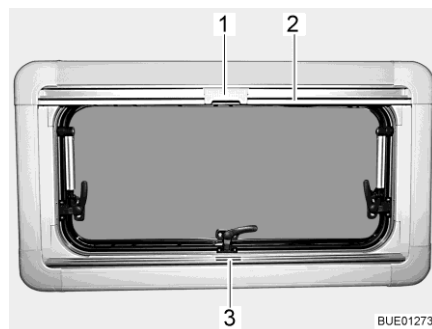

Fig. 98 Finestra apribile
- Afferrare la tendina oscurante pieghevole per la parte centrale della barra di presa (Fig. 98,3), tirarla dal basso verso l'alto e rilasciarla nella posizione desiderata. La tendina oscurante pieghevole rimane in questa posizione.
- Tirare la zanzariera a rullo accompagnandola con la barra di presa (Fig. 98,2) verso il basso, fino a quando la barra di presa non arriva a contatto con la tendina oscurante pieghevole (Fig. 98,3).
- Bloccare l'aggancio (Fig. 98,1) della zanzariera a rullo nella barra di presa della tendina oscurante pieghevole.
- Premere in alto all'indietro l'aggancio (Fig. 98,1) sulla zanzariera a rullo.
- Ricondurre lentamente la zanzariera a rullo accompagnandola con la barra di presa (Fig. 98,2).